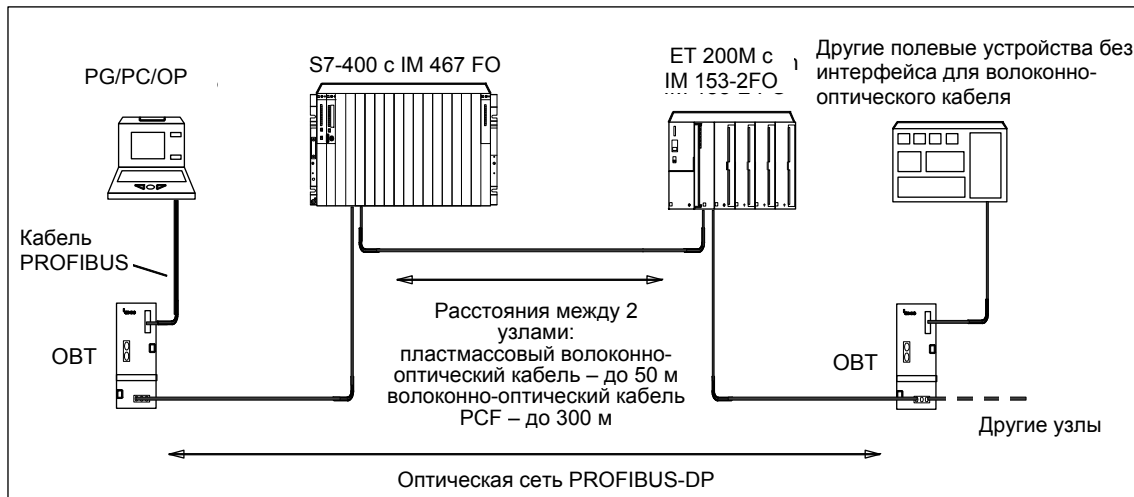

Рис. 5–13. Оптическая сеть PROFIBUS-DP с узлами, имеющими встроенный интерфейс для ВОК
Через оптический терминал шины PROFIBUS (Optical Bus Terminal, OBT) (6GK1 500-3AA00) можно в каждом случае подключить к оптической сети PROFIBUS-DP один узел PROFIBUS без встроенного интерфейса для ВОК (напр., устройства программирования (PG) или панели оператора (OP), см. рис. 5–13).